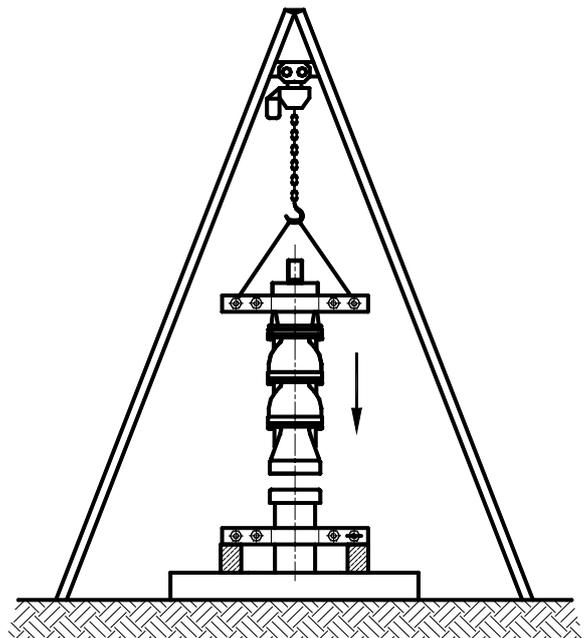

Fig. 3. Conexión del cuerpo bomba
6.3 Instalación del cuerpo de la bomba (Fig. 3)